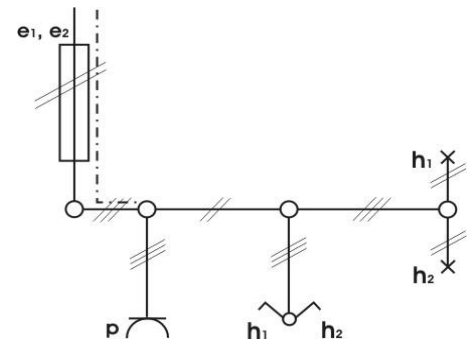

Figura 1
- În circuitul din figura 1 avem:
- Simbolul din figura 1 notat cu „p” reprezintă: